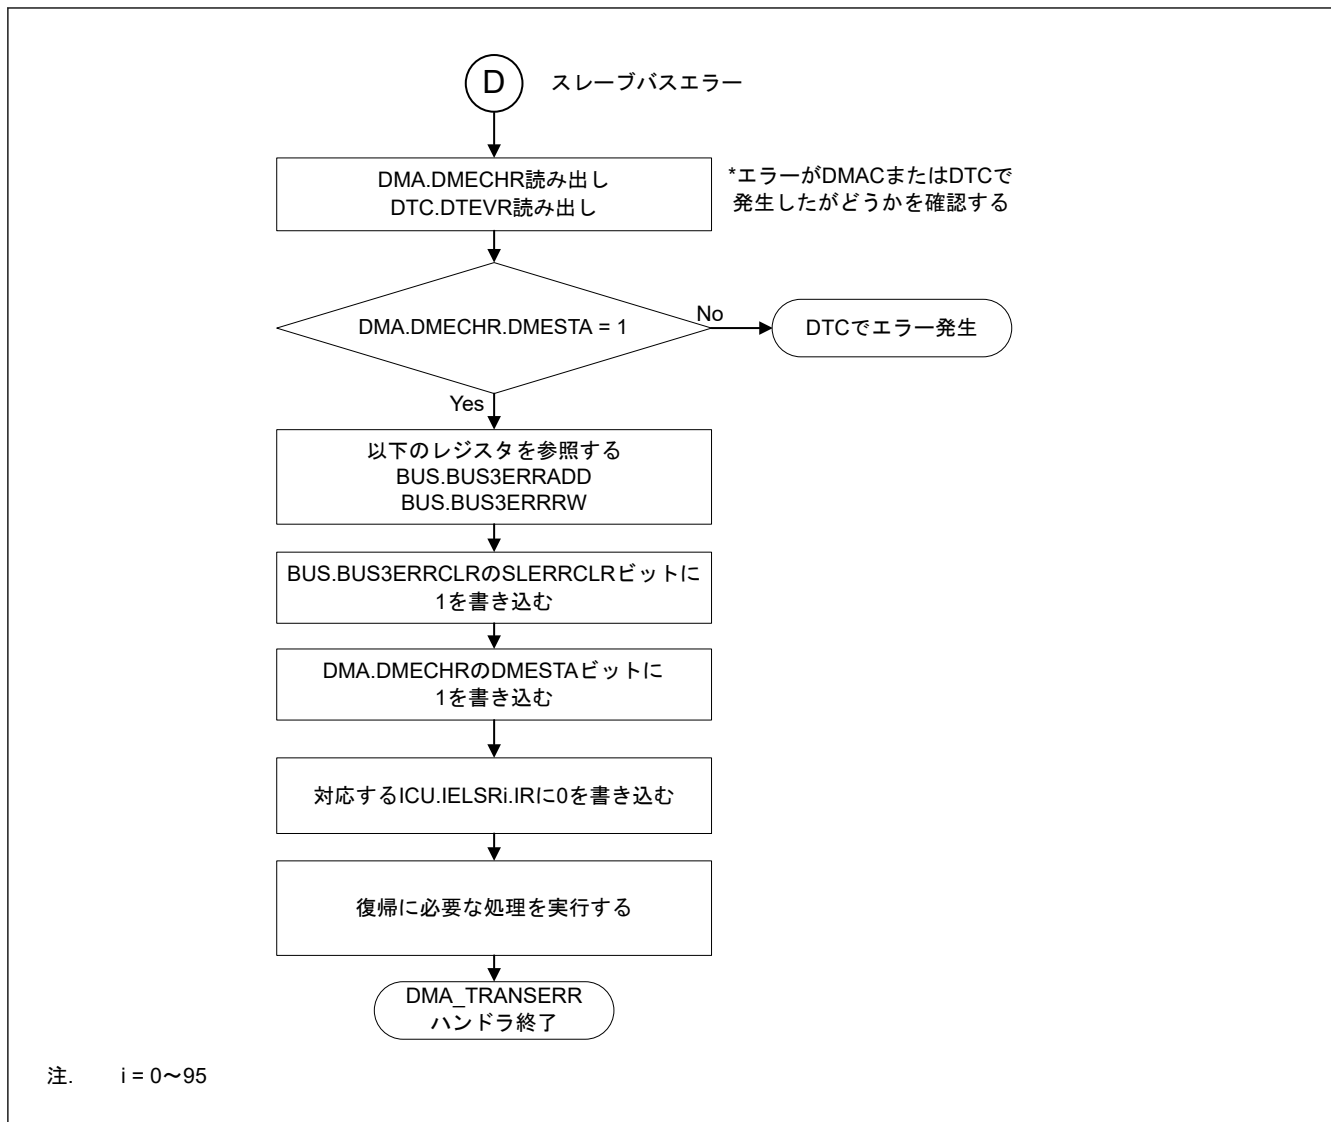

図 15.31 スレーブバスエラーによる DMA_TRANSERR ハンドラの処理
- 図 15.31 に DMAC のスレーブバスエラーが発生したチャンネルとセキュリティ属性を確認するフローを示します。